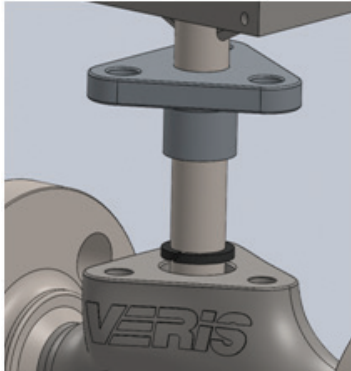

Figura 6. Instalación del primer anillo de la empaquetadura
- Ubique un anillo de la empaquetadura como se muestra (consulte la figura 6). Posiblemente sea necesario deslizar el seguidor triangular junto al cabezal del sensor y atarlo momentáneamente con un trozo de cinta o alambre para mantenerlo alejado del cuerpo y poder usar las dos manos para instalar los anillos de la empaquetadura.